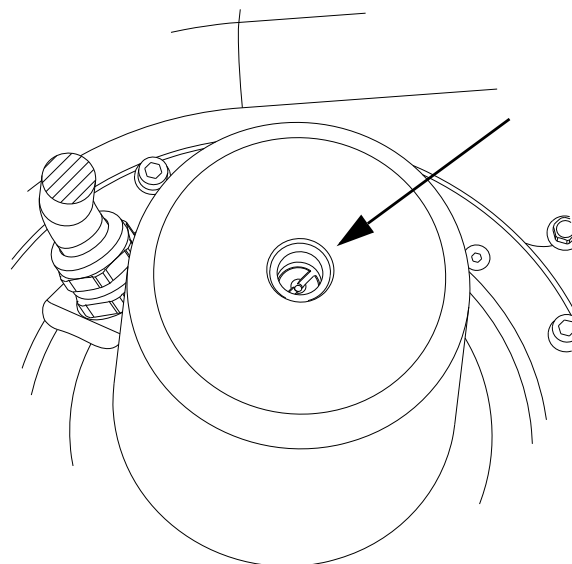

Рис. 32 Вал электродвигателя, вид сверху.
- Станет виден вал электродвигателя. См. рис. 32. Необходимо убедиться в свободном ходе ротора и рабочего колеса, повернув вал с помощью большой крестообразной отвертки.